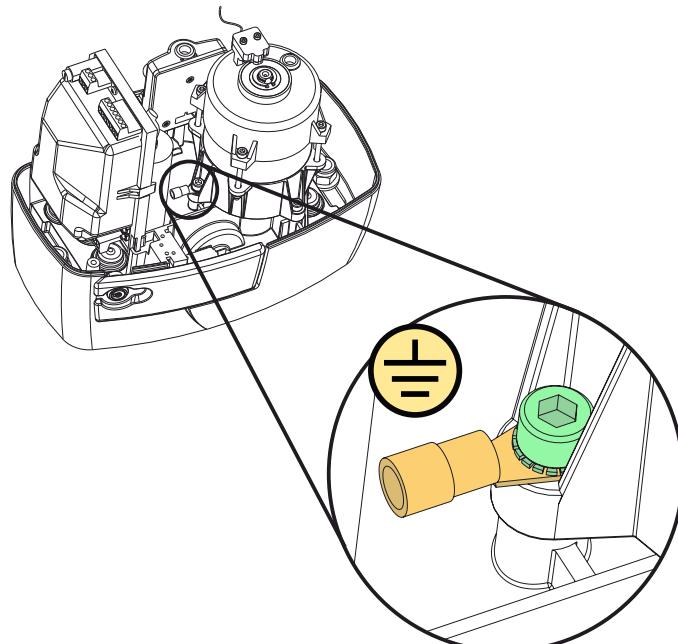
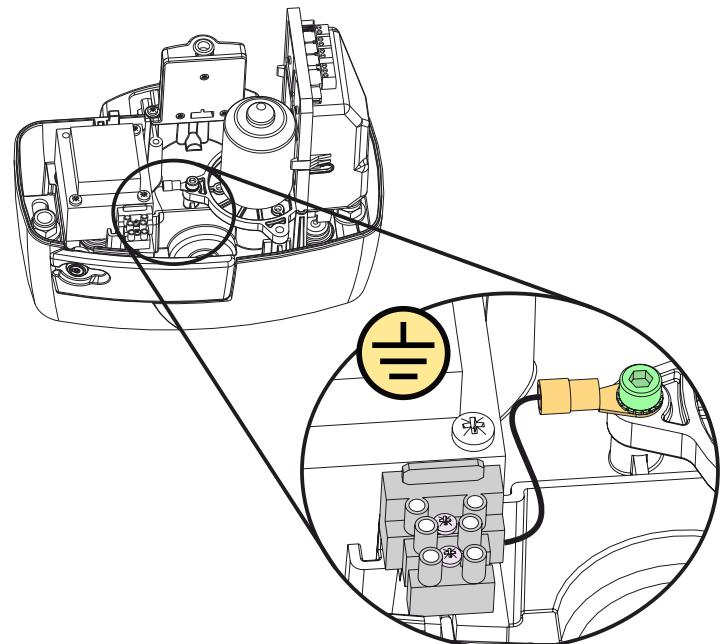

Fig. 21
Fig. 22
10.1. Avant de connecter l'opérateur, prévoir sa mise à la terre, comme indiqué en la Fig. 21 ou en Fig. 22, selon le modèle utilisé.